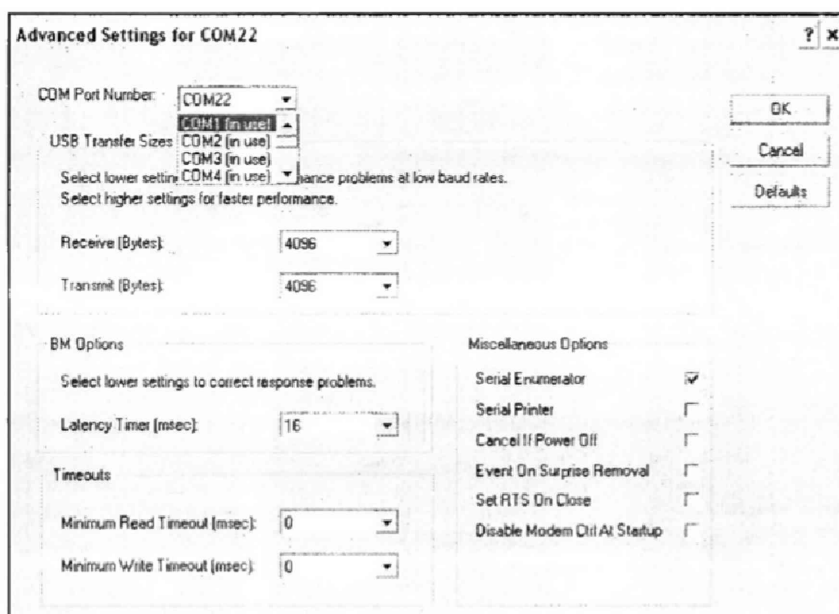

Рисунок 2.6 – Дополнительные настройки драйвера
– найти строку «USB Serial Port (COM№)», в скобках указан номер COM-порта, если номер в скобках «1», то настройка завершена и ничего менять не нужно, если в скобках другой номер, необходимо вызвать окно свойств «USB Serial Port (COM №)» (правой клавишей мыши щелкнуть по строке USB Serial Port (COM №) и выбрать пункт меню «Свойства») (рисунок 2.4), перейти на вкладку «Параметры Окна», нажать кнопку «Дополнительно» (рисунок 2.5) и в выпадающем списке «Номер Com-порта» выбрать «COM 1» (рисунок 2.6), нажать кнопку «ОК».